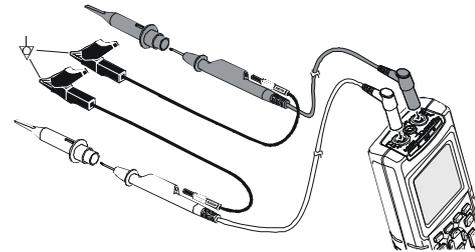

Figure 9-2. Mise à la terre avec un cordon de masse court
- Utilisez le ou les conducteurs de terre courts pour la mesure des signaux DC ou AC sur les entrées A et B. (Voir la figure 9-2.)